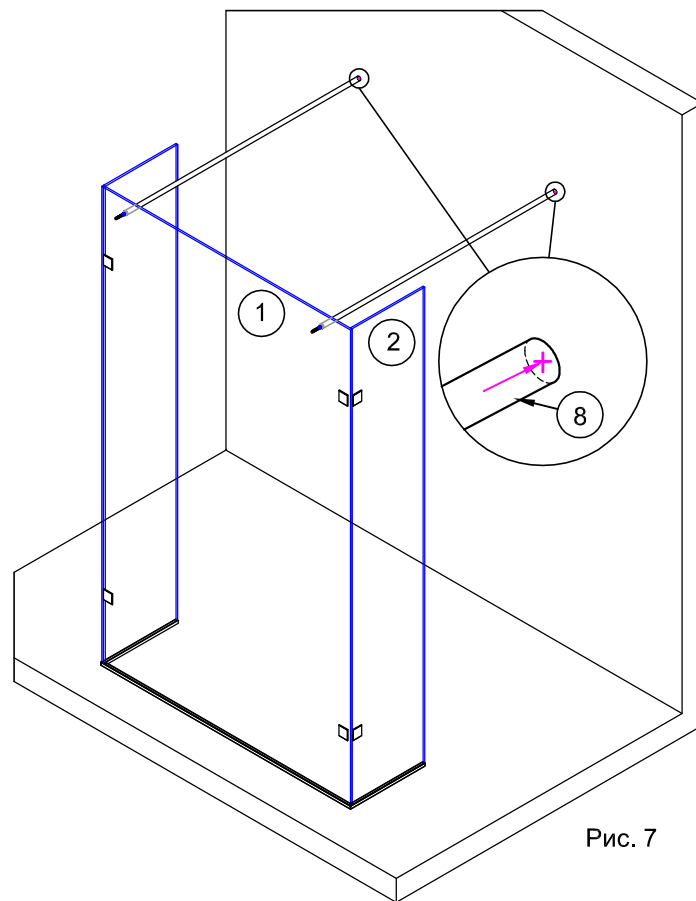

Рис. 7
3.3. При помощи уровня обеспечить горизонтальное положение штанг. На противоположной стене отметить положение осей штанг (рис.7).